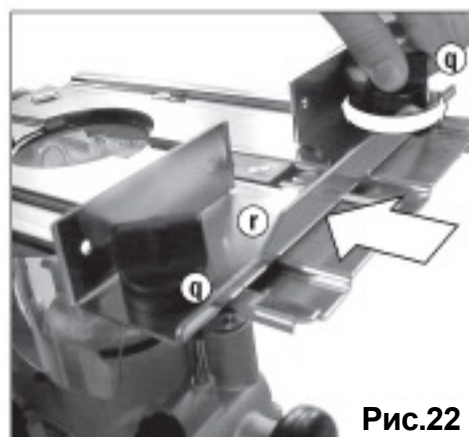

Рис.22
4. Ослабьте на несколько оборотов болты направляющего упора (q) и разместите его (r) на базе. **Рис. 22.** Зафиксируйте упор в требуемом положении, плотно закрутив оба болта упора.